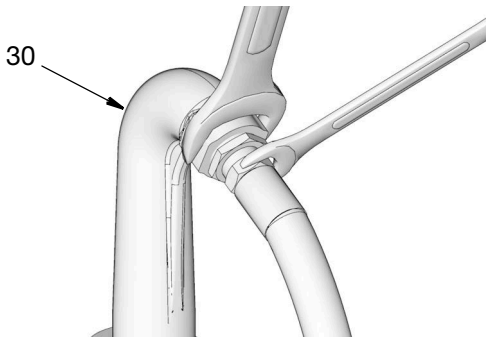

FIG. 9
- Collegare l'estremità del flessibile all'uscita (30) utilizzando due chiavi sulle parti piatte e operanti in direzioni opposte per fissare saldamente il flessibile al raccordo di uscita (FIG. 9).